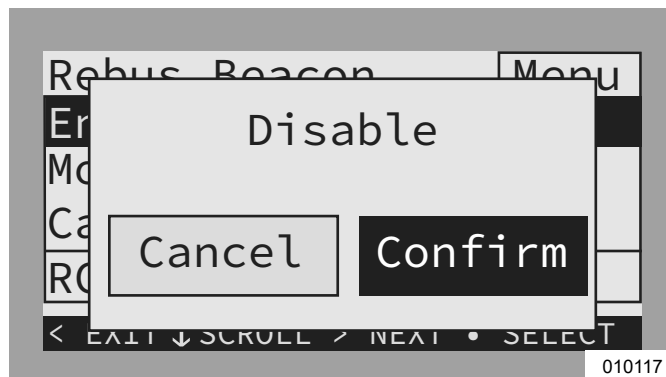

Figura 6-22. Desactivación del programador TOU (2 de 3)
3. Consulte la Figura 6-22. Muévase a la derecha con la flecha hacia Confirm (Confirmar) y presione el botón central.